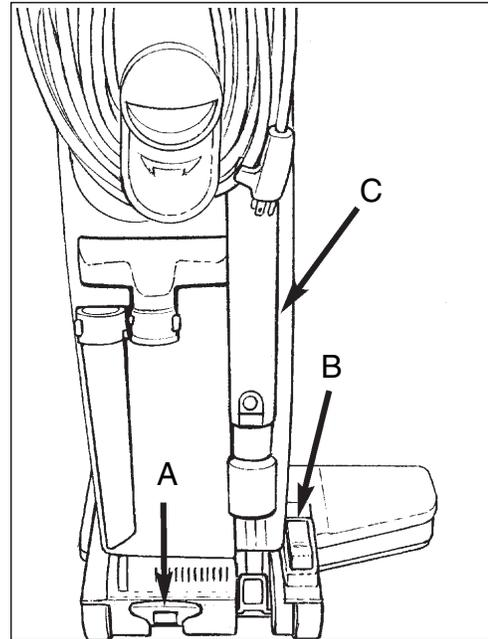

Figura 8
Pedal de liberación de la empuñadura (consulte la figura 8, ítem "B")
Ajuste de altura (consulte la figura 8, ítem "B")
Varilla (consulte la figura 8, ítem "C")
4. Presione el pedal de liberación de la empuñadura (consulte la figura 8, ítem A).